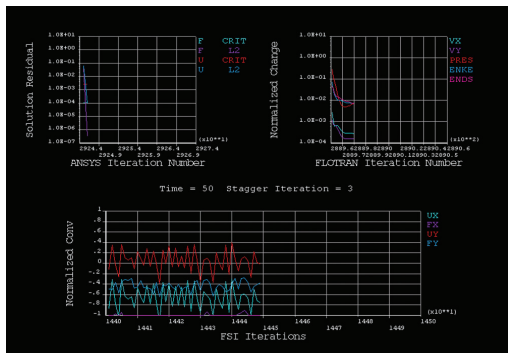

図4 FSI 3元収束モニター
- 流体解析とソリッド側の解析との間の交互反復計算 (Stagger Iteration) はANSYSが自動的に制御します。また、流体計算、構造体計算そして交互反復計算の状況は逐一ソリューションモニターでチェックすることができます(図4)。